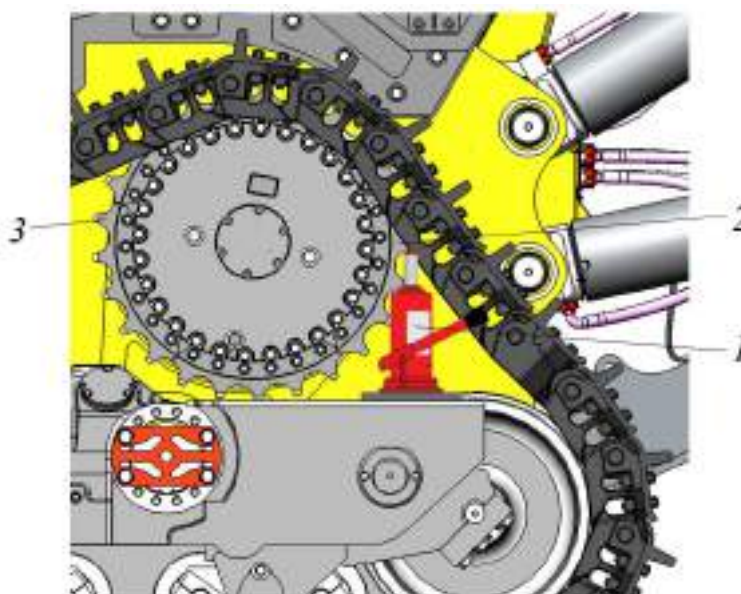

Рисунок 3.162. Установка гидравлического домкрата
- Установить гидравлический домкрат 1 на кожух тележки с правой стороны от бортового редуктора так, чтобы шток домкрата 1 упирался в зуб сегмента редуктора 2, рис. 3.162.